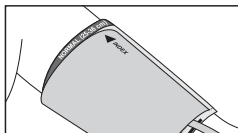

Рис.10
5. На застегнутой манжете метка «INDEX» должна указывать на область «NORMAL (25-36 см)». Это означает, что манжета подобрана правильно и соответствует размеру окружности плеча. Если метка указывает на область обозначенную «◀|||▶» или левее, то манжета мала и показания будут завышены. Если метка указывает на область «|||▶▶» или правее, то манжета велика и показания будут занижены (рис.10).